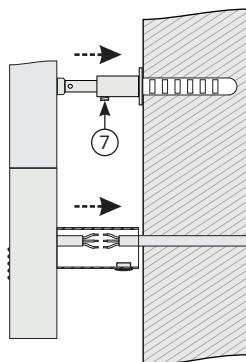

Рис.4
4.2.4. Произвести «черновой» монтаж полотенцесушителя, используя стопорные винты (рис. 4 «7»).